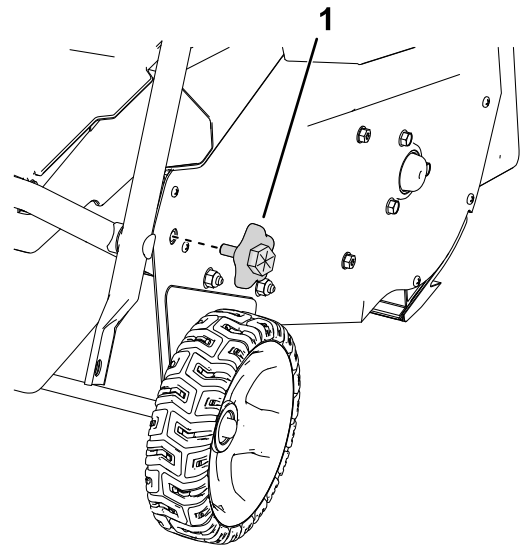

Figure 5
4. Retirez les boutons inférieurs du guidon de chaque côté de la machine (Figure 5).